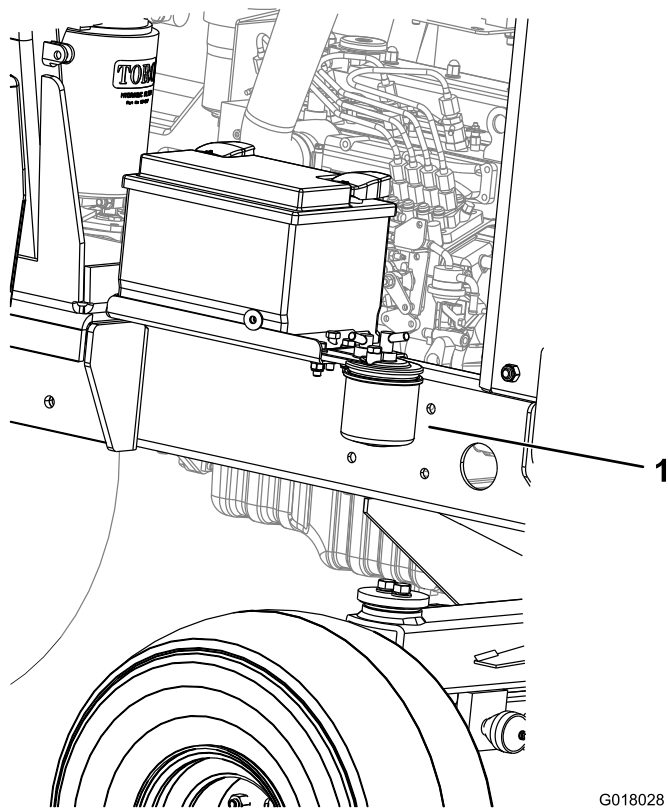

Figure 37
1. Placez un bac de vidange propre sous la cartouche du filtre à carburant (Figure 37).